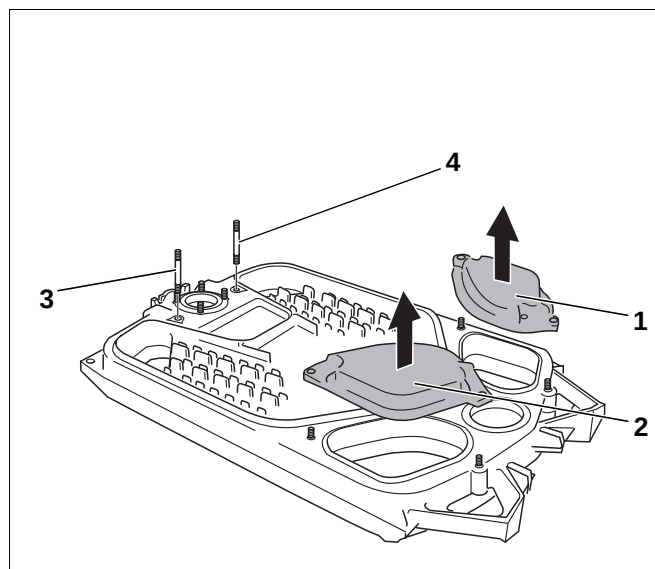

Abb. 3 Demontage der Reinigungsdeckel G505
- Befestigungsschrauben der Reinigungsdeckel lösen (Abb. 3, **Pos. 1 u. 2**).
- Stiftschrauben oben einsetzen (Abb. 3, **Pos. 3 u. 4**).